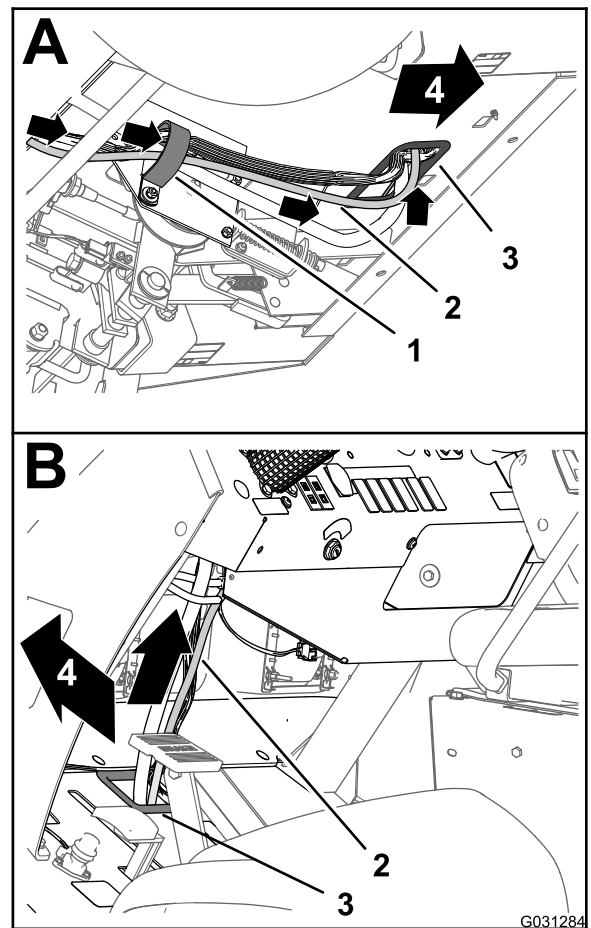

Figura 167
3. Enrute la rama de 220 cm del arnés de datos hacia adelante y hacia arriba por el anillo de goma del orificio de la chapa de suelo (Figura 167).
4. Enrute la rama de 220 cm del arnés de datos hacia arriba y a lo largo arnés de cables delantero de la máquina (Figura 167).